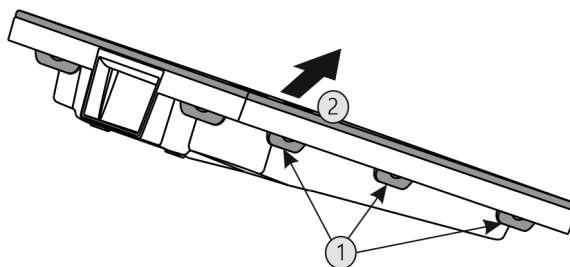

Fig. 39
- Appuyer sur toutes languettes Fig. 39 (1) l'une après l'autre et enlever le couvercle Fig. 39 (2).